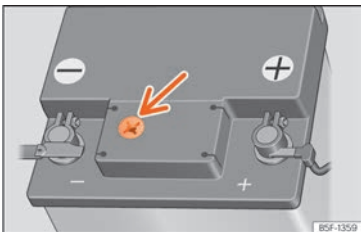

Abb. 187 Sichtfenster an der Oberseite der 12-Volt-Fahrzeugbatterie (Prinzipdarstellung).
- Prüfen Sie die Farbanzeige im runden Sichtfenster an der Oberseite der Batterie »» » **[Abb. 187]**.